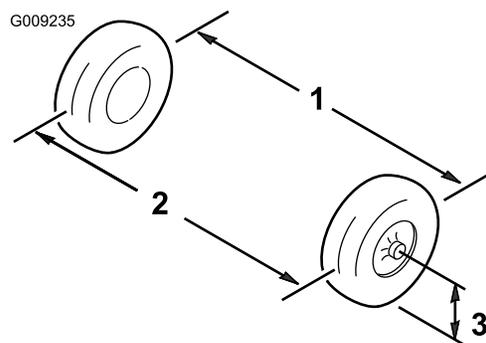

図 38
1. 前輪の前と後ろで、左右のタイヤの中央線間距離を測る計測はアクスルの高さで行う (図 38)。